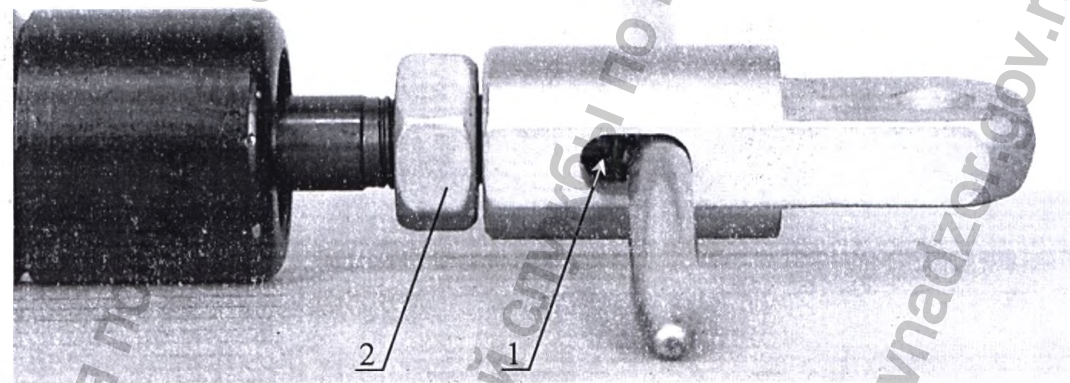

Рисунок 8. Регулировка газовых пружин.
12.3.2 Вставьте пруток Ø5 в паз пружины (Рисунок 8) и вверните головку до соприкосновения с фиксатором пружины 1, затяните гайку 2.